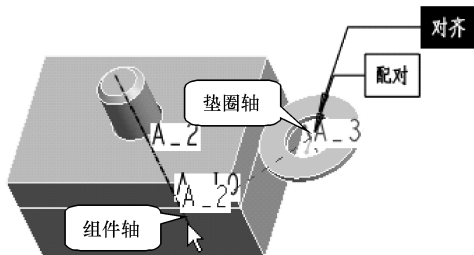

图 9-55 对齐轴线
(5) 在图形区选取垫片的轴线作为元件参照，选择组件的轴线作为组件参照，如图 9-55 所示。
(6) 注意到此时状态区显示为“完全约束”，在图形区单击鼠标中键，完成垫圈的装配。